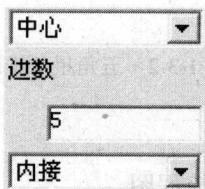
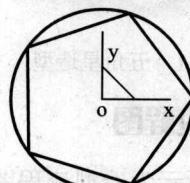

图 1-3-5 “正多边形”立即菜单
图 1-3-6 内接正五边形
(2) 多边形的绘制：单击“曲线生成栏”上的“正多边形”图标 \odot →在“立即菜单”中选择“中心”定位，边数输入5，回车确认，选择“内接”，如图1-3-5所示→按照系统提示拾取中心点→输入内接半径为100（输入方法与圆的绘制相同）→右击，结束该五边形的绘制，得到了五角星的5个角点，如图1-3-6所示。